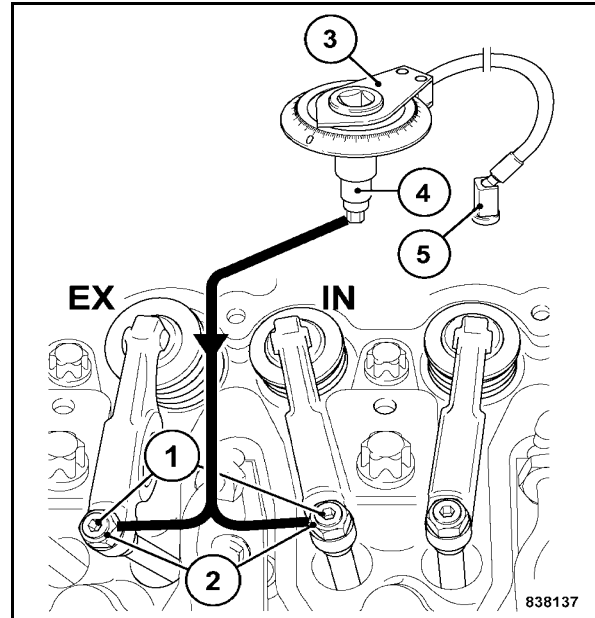

fig. 172
- Desserrer le contre-écrou (1) (fig. 172).
- Mettre le disque d'angle d'orientation (3) et la douille (4) en place sur la vis de réglage du jeu de la soupape (2).
- Fixer l'aimant (5) sur le disque.